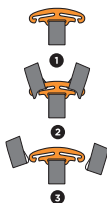
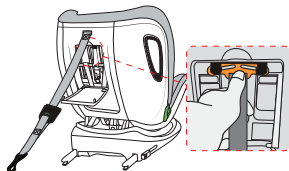

Рис. 2
Рис. 3
- 2. Направление по ходу движения (Рис. 2):** необходимо использовать направление по ходу движения для ребенка ростом от 76 до 150 см и старше 15 месяцев.
- 3. Вы можете повернуть автокресло на 90° к себе лицом,** чтобы удобно разместить ребенка и зафиксировать ремни безопасности (Рис. 3).
Снимите плечевые ремни из соединительных скоб и поместите соединительный элемент на хранение в соответствующее отделение на обратной стороне спинки. (Рис. 2 и Рис. 3)